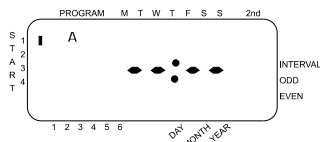

Figure 4: Affichage LCD avec heure de démarrage
- La manière selon laquelle vous réglez l'heure de démarrage est identique pour les deux programmes. Positionner le commutateur sur Heures de démarrage dans le programme sélectionné. L'écran indiquera alors --:-- et un curseur clignotant sur l'emplacement Démarrage 1 (voir Figure 4).